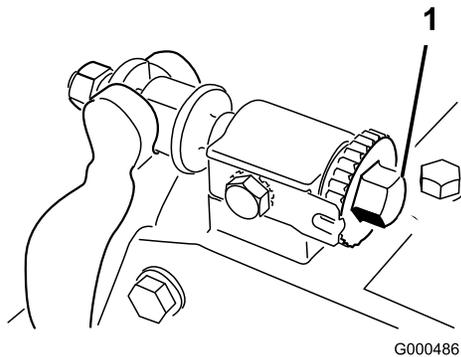
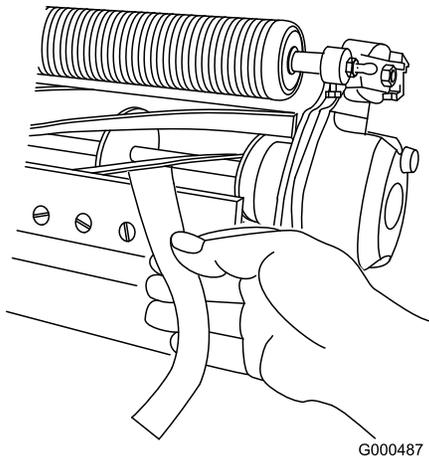

Bild 58
Bild 59
2. Stellen Sie sicher, dass die Spindel das Untermesser nicht berührt. Drehen Sie die Einstellschrauben des Untermesserträgers nach links (Bild 58).
4. Führen Sie an einer Seite der Spindel einen langen Streifen Papier zwischen der Spindel und dem Untermesser ein (Bild 59). Drehen Sie die Einstellschraube des Untermesserträgers, während Sie die Spindel langsam vorwärts drehen, nach rechts (am selben Ende der Spindel) (Bild 58), jeweils um einen Klick, bis das Papier fest gehalten wird, wenn Sie es von vorne parallel zum Untermesser einführen. Wenn das Papier gezogen wird, sollten Sie einen leichten Widerstand spüren.
6. Vergewissern Sie sich nach dieser Einstellung, dass die Spindel Papier einklemmen kann, das von vorne eingeführt wird, und Papier schneiden kann, das senkrecht zum Untermesser eingeführt wird (Bild 59). Papier müsste sich mit minimalem Kontakt zwischen Untermesser und Spindelmessern schneiden lassen. Wenn der Spindelwiderstand zu hoch ist, müssen Sie das Mähwerk läppen oder fräsen, um die für genaues Schneiden erforderlichen scharfen Kanten zu erhalten (weitere Informationen finden Sie in der Toro Bedienungsanleitung für das Schärfen der Spindeln).